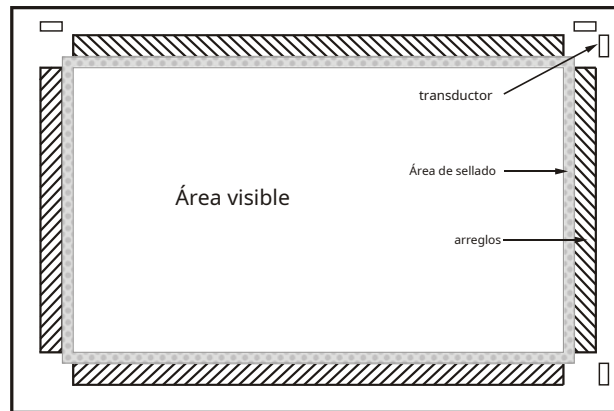

Figura 2-1. Regiones importantes de la pantalla IntelliTouch® IT
- **ÁREA ACTIVA (AA):**El área de una pantalla que responde al tacto.
- **ACABADO ANTIDESLIZANTE (AG):**Un tratamiento que da rugosidad a la superficie del vidrio. Los recubrimientos AG dispersan los reflejos especulares en un amplio cono de visualización para difuminar el deslumbramiento y el reflejo.
- **RECUBRIMIENTO ANTIRREFLECTANTE (AR):**Un revestimiento multicapa en la superficie del vidrio que reduce la intensidad de la luz que se refleja. Elo no recomienda la adición de revestimientos AR para pantallas táctiles, ya que son caros, aumentan el coeficiente de fricción y muestran huellas dactilares.
- **MATRICES:**Segmentos de línea que reflejan acústicamente que actúan como divisores de haz y desvían las ondas acústicas de la superficie dentro o fuera del área activa. La ubicación de estos arreglos se puede ver en la Figura 2-1.
- **ESPUMA DE SELLADO:**Se aplica espuma alrededor del área activa de la pantalla táctil para evitar que los derrames o la acumulación de polvo afecten los conjuntos de reflectores. La espuma debe adherirse al bisel, no a la pantalla táctil. El área de sellado permitida se muestra en la Figura 2-1.